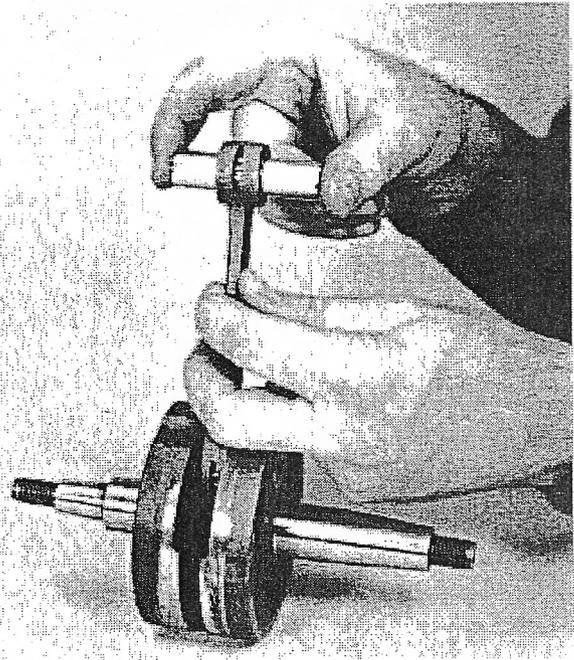

FIG.22
5. El rodamientos del bulón tiene que ser revisado también. Limpia bien dentro del final de biela, el bulón y el rodamiento de agujas del bulón. Coloca el rodamiento en la biela y luego pon el bulón de manera que quede centrado con respecto al rodamientos. Sujeta la biela fuerte con una mano, e intenta mover el bulón en todas direcciones para comprobar su holgura (Fig 22). Si notas esta holgura, cambia el bulón y el rodamiento y prueba de nuevo. Si no hay juego esta vez puedes mantener la biela antigua sustituyendo el bulón y el rodamiento.